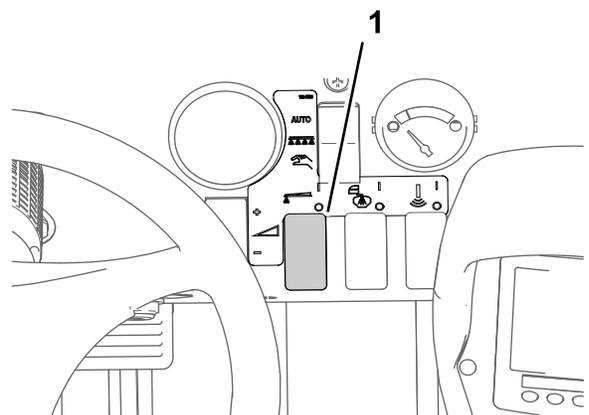

図 44
8. 散布率スイッチで所望の散布水圧にセットする。水圧は本体に付属の資料、ノズル選定ガイドを参照。図 44